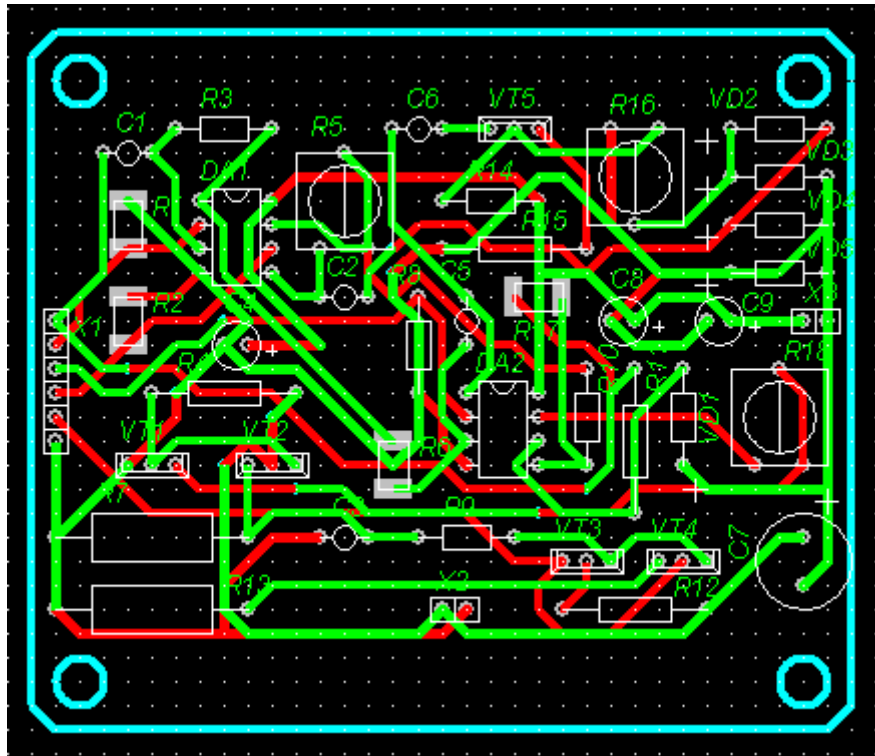

Рис. 8 Печатная плата с контуром и отверстиями
- 3.7 Внешний вид печатной платы с контуром изображен на рис. 8.